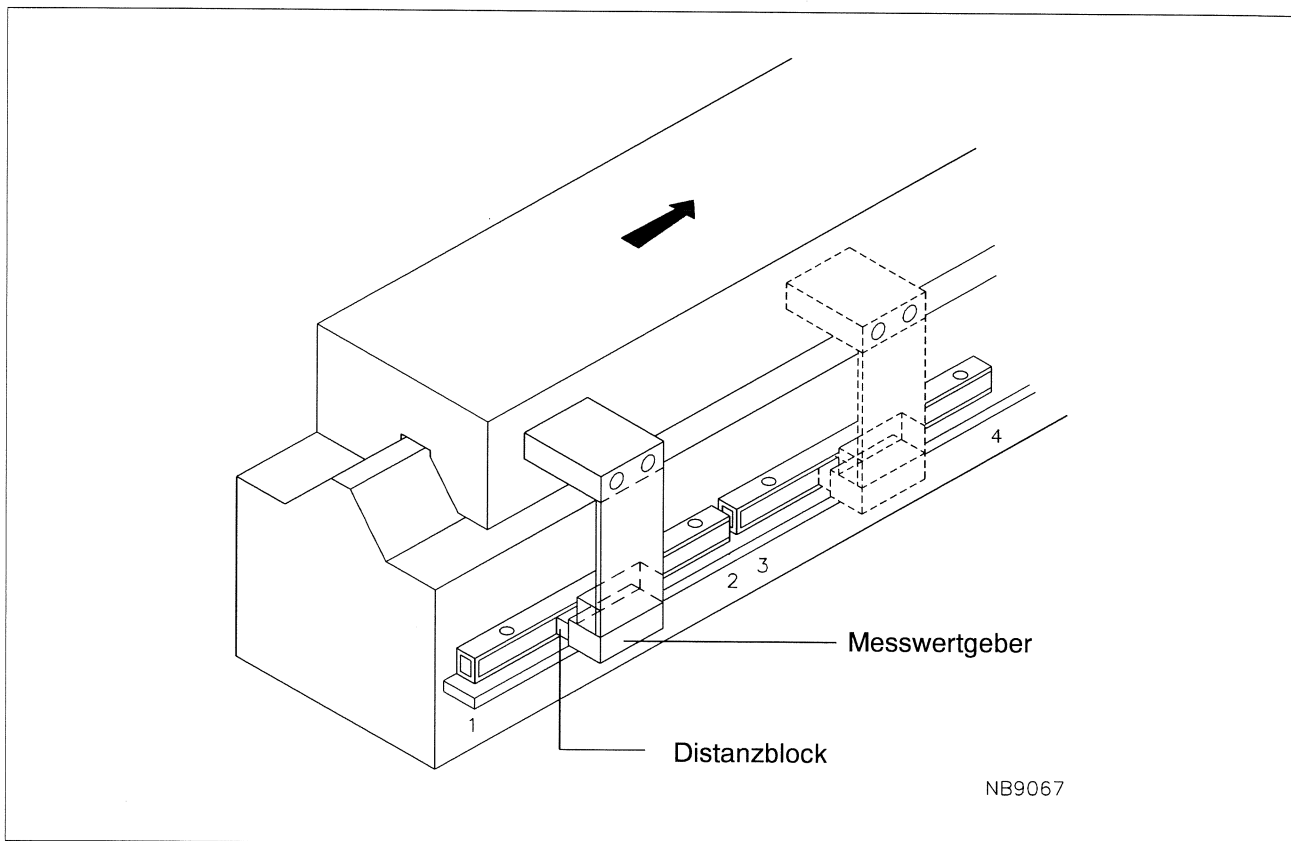

Fig. 39 Justieren von Geber und Maßstab
- Den Schlitten so verfahren daß sich der Geber am linken Ende des ersten Maßstabs befindet (Bild 39 Punkt 1)
- Den Distanzblock entfernen und den Schlitten so verfahren daß sich der Geber am rechten Ende des Maßstabs befindet (Bild 39 Punkt 2)